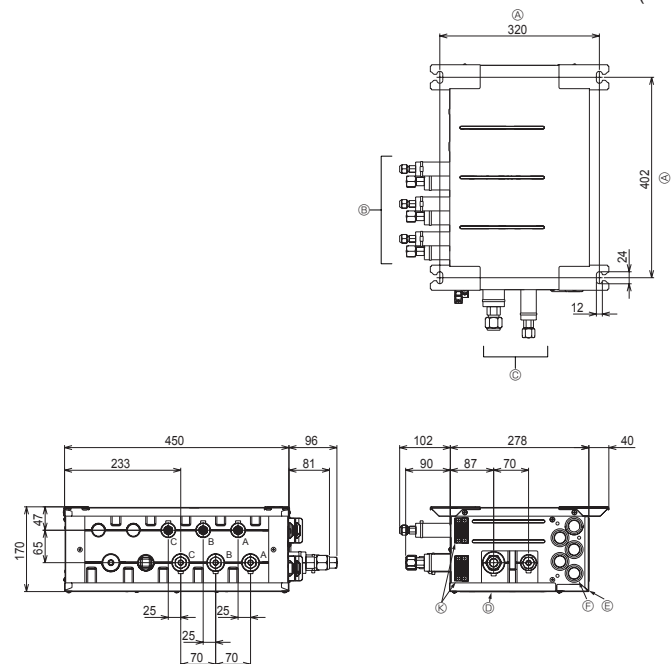

Fig. 4-3
② Αφαιρέστε το ηλεκτρικό κάλυμμα, το κάλυμμα σέρβις και το επάνω πλαίσιο.
■ PAC-MK31BC (Fig. 4-3)